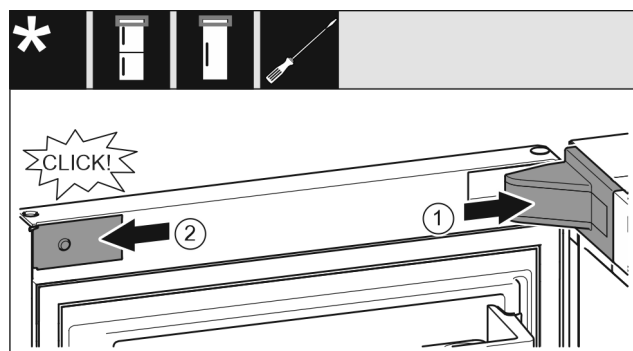

Fig. 21
- Lagerbokafdekking Fig. 21 (1) plaatsen en vastklikken, evt. voorzichtig uit elkaar drukken.
- Panelen Fig. 21 (2) aan de zijkanten plaatsen en vastklikken.